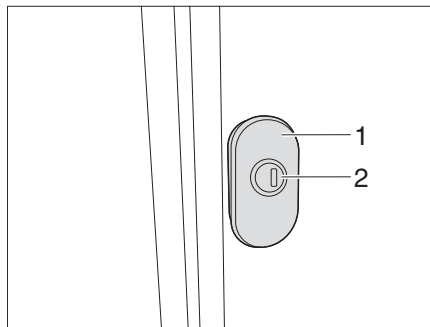
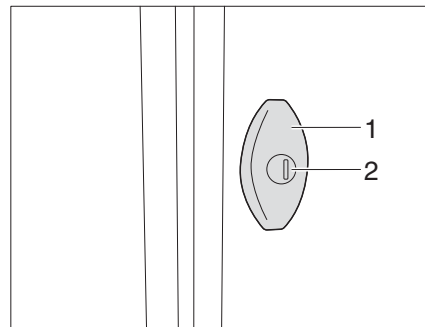

Bild 33 Vridspännlås (variant 1)
Bild 34 Vridspännlås (variant 2)
- Stick in nyckeln i låscylindern (Bild 33/Bild 34,1) och vrid ett kvarts varv. Lucklåset är upplåst.
- Dra i vridspännlåset (Bild 33/Bild 34,2) och vrid i 180° moturs. Den utvändiga luckan är öppen.